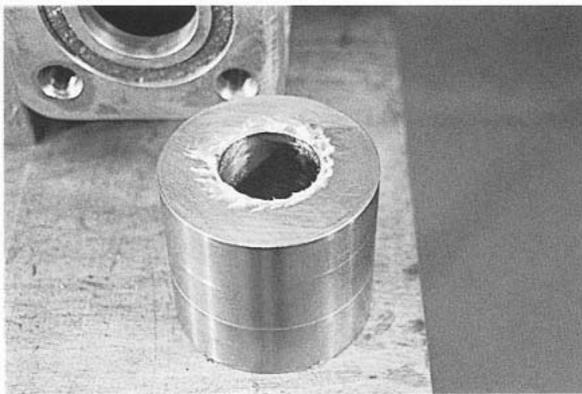

Рис. 88
13. Смажьте и вставьте промежуточный подшипник XR12002J в выходной кожух для моделирования радиально-упорных и цилиндрических подшипников. (Рис. 88)